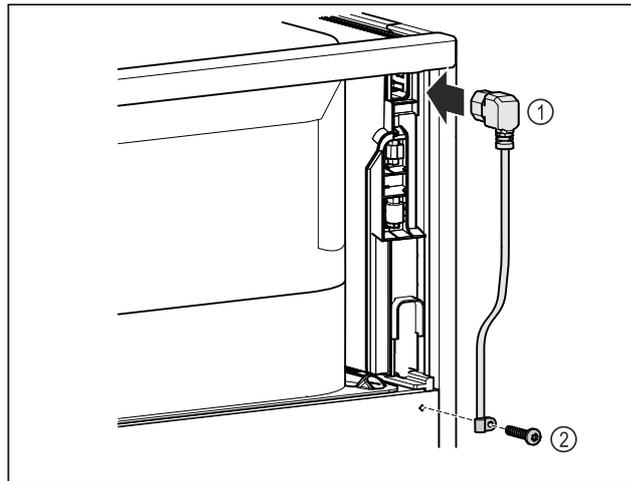

Fig. 13
- Включете буксата за свързване на уреди с ниска мощност на захранващия кабел Fig. 13 (1) от задната страна на уреда.
- Монтирате кабелната муфа Fig. 13 (2)